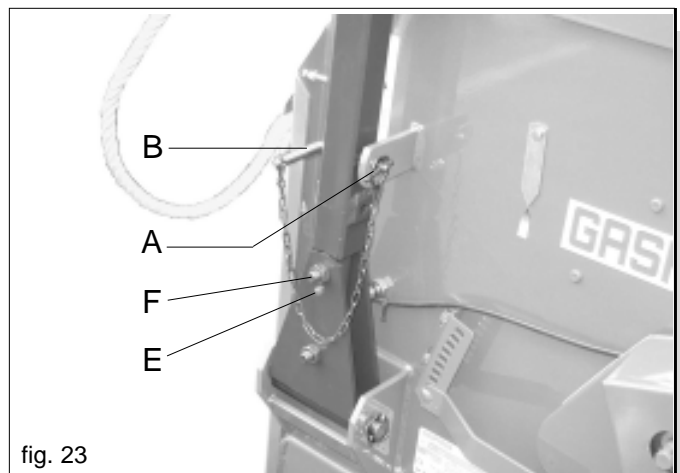

fig. 23
- 1) Sganciare la copiglia (A) e sfilare il chiavistello (B) (Fig. 23).